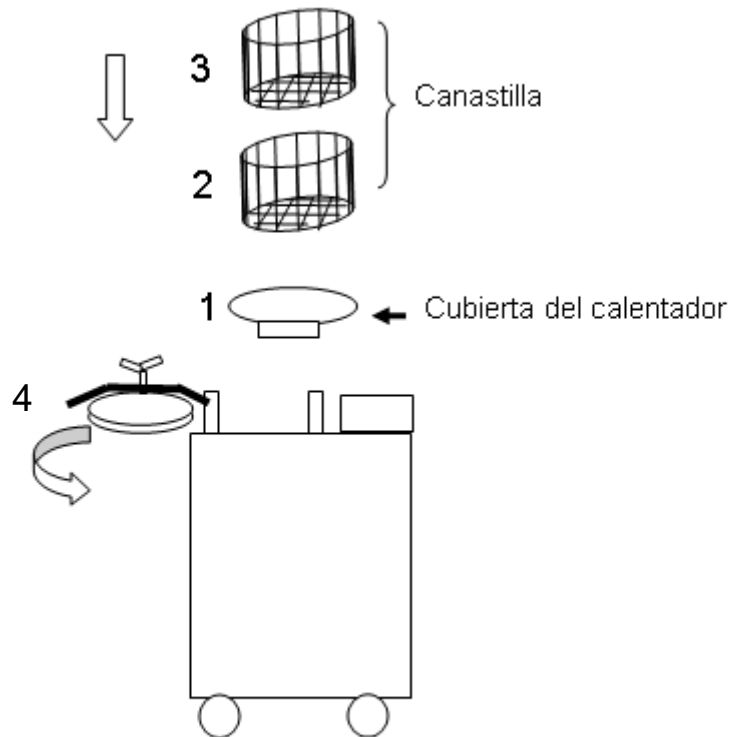

Figura 4-1
2. Coloque las canastillas en la cámara de la siguiente manera Figura 4-1: